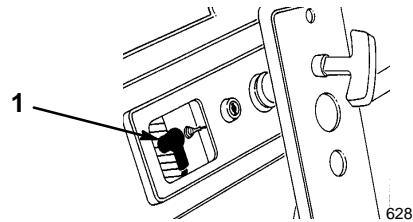

Figure 20
- Débrancher la bougie et la déposer (Fig. 20).